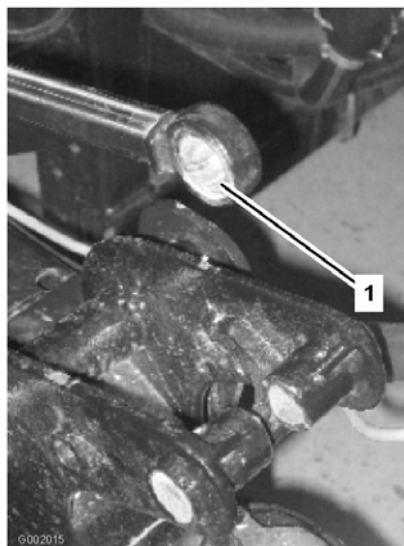

Figura 42
5. Manipule a extremidade do rolamento da barra do accionador e aplique massa lubrificante no rolamento (Figura 42). Limpe a massa lubrificante em excesso.